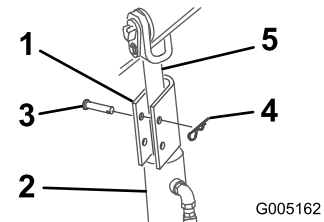

Figura 20
4. Coloque un bloqueo de cilindro sobre la varilla de cada cilindro de elevación (Figura 20).
5. Fije cada bloqueo de cilindro con un pasador y una chaveta (Figura 20).